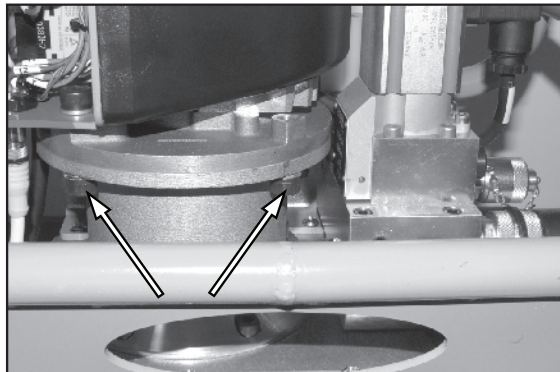

Рис. 27.
4. См. рис. 27. Снимите 4 шт. винтов крепления двигателя (по 2 шт. с каждой стороны).